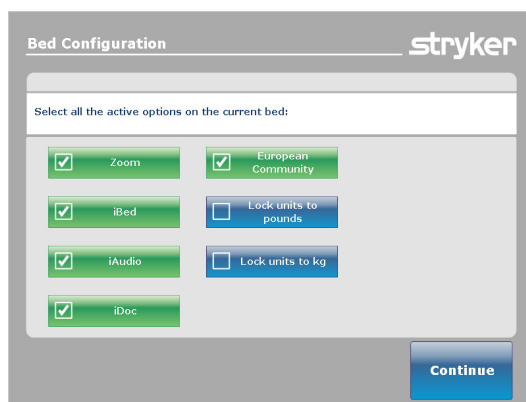

Figura 30b: Ecrã Bed Options (Opções da Cama)
2. Depois de o botão **Close** (Fechar) ser premido no passo 1, o ecrã Bed Options (Opções da Cama) será apresentado conforme mostrado na Figura 30b.
Nota: Na Figura 30b, as opções seleccionadas são Zoom, iBed e iAudio, iDoc e European Community (Comunidade Europeia). As opções seleccionadas são apresentadas a verde.